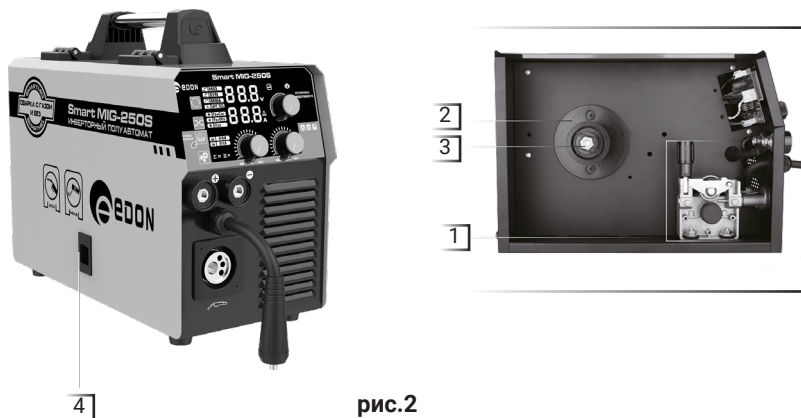
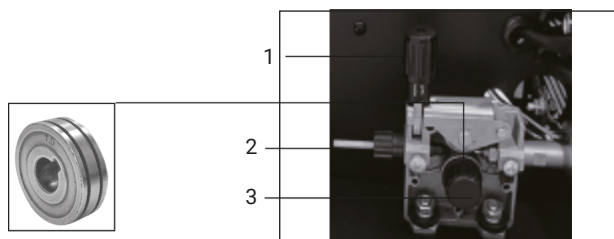

рис.2
рис.4
Сварочный инвертор выполнен в металлическом корпусе с вентиляционными отверстиями и снабжен вентилятором охлаждения для отведения излишнего тепла. На боковой панели расположен механизм подачи сварочной проволоки (рис.2 поз.1), шкив (рис.2 поз.2) и фиксатор шкива (рис.2 поз.3), скрытый под внешней крышкой (рис.2 поз.4) отсека подающего механизма.
12. Установите катушку с сварочной проволокой на шкиф (рис.2 поз. 2) так, чтобы при подаче проволоки катушка вращалась против часовой стрелки, для этого
необходимо открутить фиксатор шкива (рис.2 поз.1), установить катушку и зафиксировать ее в обратной последовательности, после чего пропустите сварочную проволоку в механизм подачи (рис. 4):
- открутите фиксатор изменения усилия зажатия (рис.4 поз.1) и откройте прижимной механизм подачи проволоки, отведя его вверх;
- проверьте, чтобы размер канавки ролика на прижимном механизме соответствовал диаметру используемой сварочной проволоки, при необходимости поменяйте положение ролика, открутив фиксатор ролика (рис. 4 поз.3) против часовой стрелки;
- пропустите проволоку внутри направляющей трубки (рис.4 поз.2) и дальше в механизм подачи;
- опустите прижимной механизм и установите необходимое усилие прижима ролика поворотом фиксатора (рис.4 поз.1);